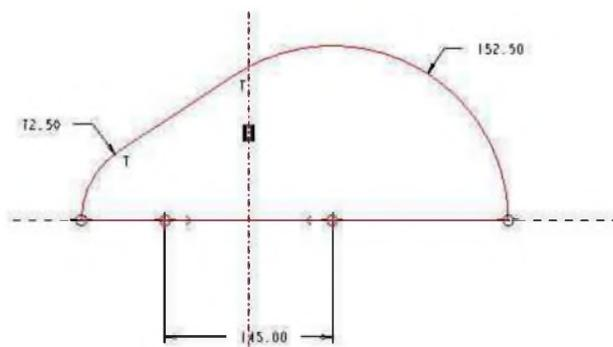

图 2-1
2) 绘制如图 2-1 所示的草绘剖面, 单击“草绘器”工具栏中的按钮退出草绘模式。